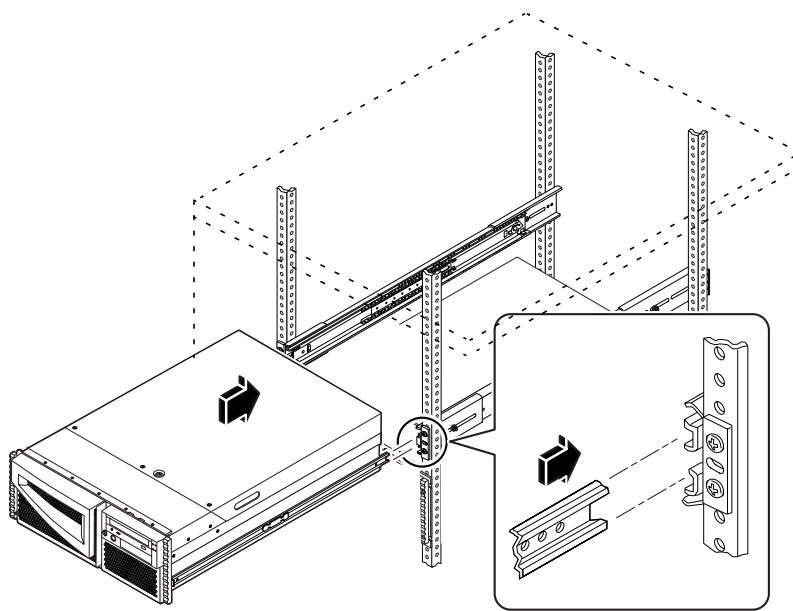

FIGURE 4 Installation du serveur Sun Enterprise 420R
- Reportez-vous à la FIGURE 4 et au *Guide du propriétaire du serveur Sun Enterprise 420R*.